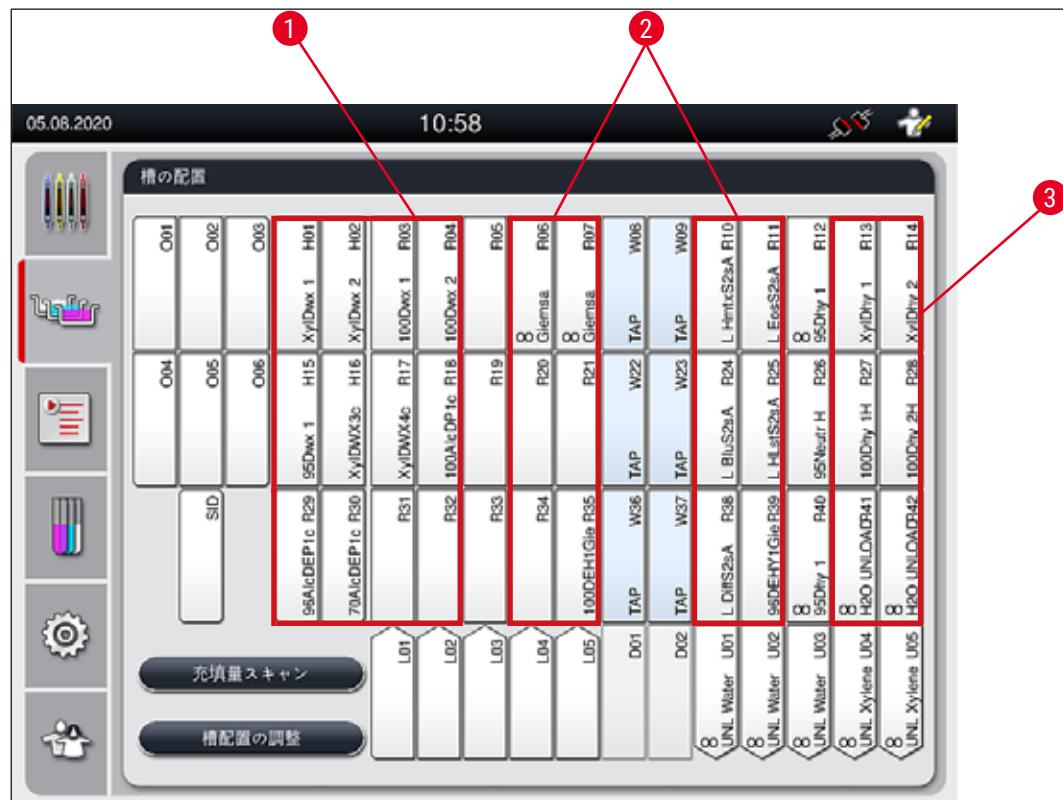

図 40
- ・後続ステップとして洗浄水ステップを必要とする染色試薬は、洗浄水容器に隣接する位置に配置されます（→「図40」）。